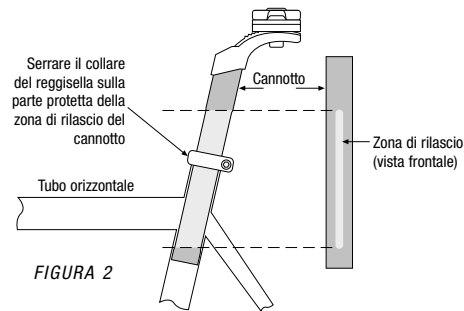

FIGURA 2
**IMPORTANTE:** I reggisella in carbonio Easton sono costruiti con un Relief Area Design™ (RAD), un caratteristico design brevettato Easton. La zona di rilascio è una sezione piana del cannotto del reggisella che protegge il reggisella dallo schiacciamento nel momento in cui viene stretto il collare del tubo verticale (vedere Figura 2). Dal momento che la zona di rilascio non si estende per tutta la lunghezza del cannotto, è importante accertarsi che il collare del tubo verticale sia posizionato all'interno della zona di rilascio. Se il reggisella viene inserito troppo in profondità all'interno del tubo verticale, è possibile stringerlo in un'area uniforme del cannotto.